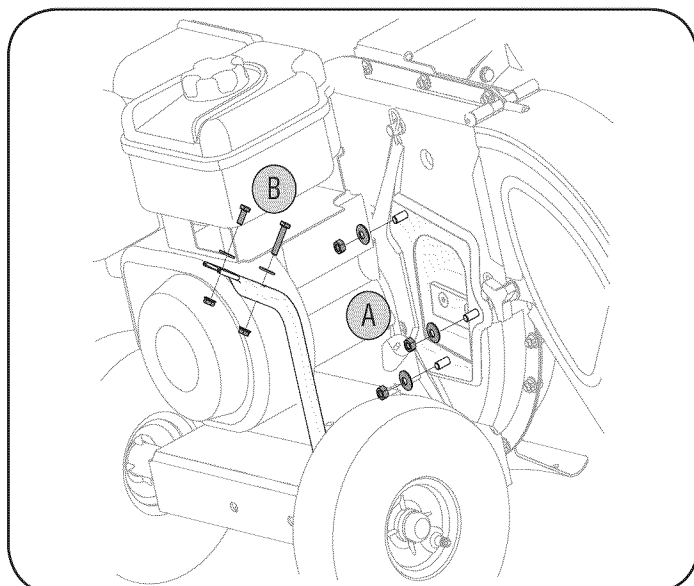

Figura 5
1. A. Saque las tres arandelas curvas y las tuercas hexagonales de los espárragos de la soldadura que están alrededor de la abertura en el costado de la caja del motor. Vea la Figura 5.